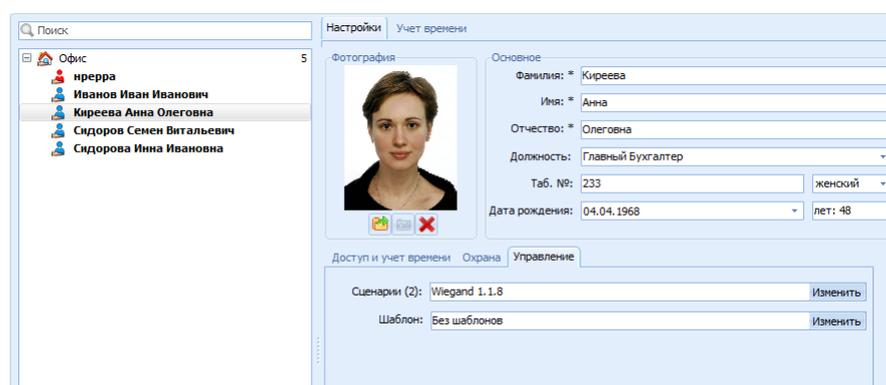

Рис. 36 Окно добавления нового сотрудника, вкладка Управление
5. Во вкладке **Управление** необходимо выбрать **Сценарии**, которые будут автоматически запускаться при прикладывании карты, и при желании **Шаблоны управления** (Рис. 36). Подробно раздел **Управление** описан выше при редактировании свойств головного объекта 23.2 вкладка Управление;